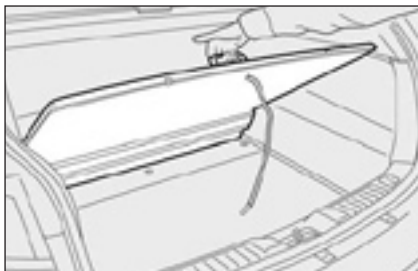

рис. 2
- ☐ С помощью ручки поднимайте крышку (при наличии), как показано на **рис. 2**;